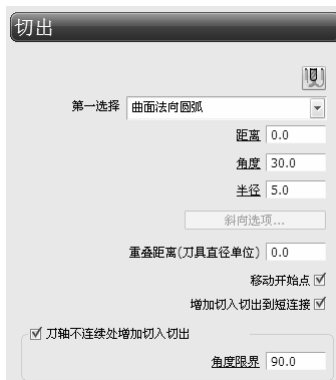

图 4-83 “切出”选项卡
2) 选择“切出”选项, 选择“曲面法向圆弧”切入方式, 设置“距离”为 0.0, “角度”为 30.0, “半径”为 5.0, 如图 4-83 所示。